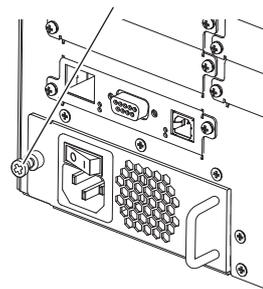

Figura 3
3) Utilice un destornillador Phillips para apretar bien el tornillo de sujeción (x 1) del SUMINISTRO DE ENERGÍA. (Figura 3)